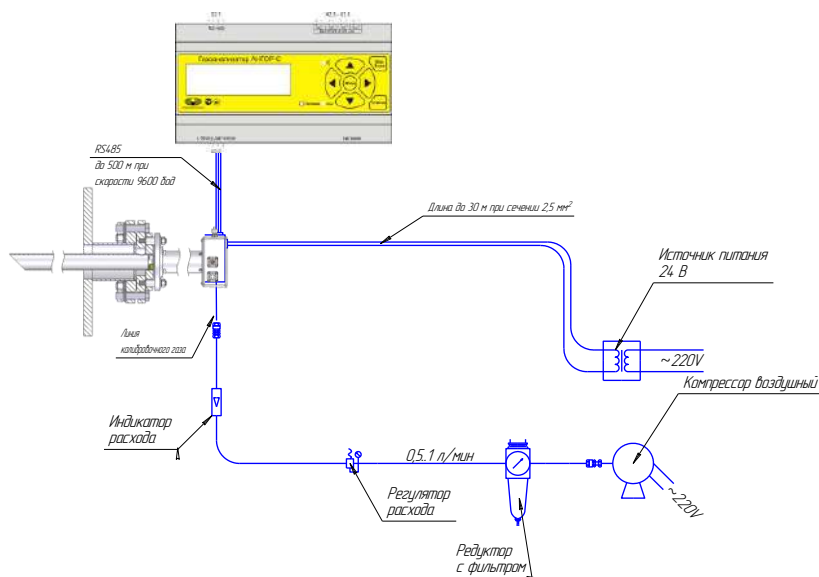

Рисунок 2 - Схема монтажа газоанализатора Ангор-С
2.2.1.1 Монтаж блока датчиков совместно с пробоотборным зондом производится в соответствии со «Схемой монтажа блока датчиков» (Рисунок 2) на стенке газохода при помощи фланца, расположенного на блоке датчиков. **При выборе места монтажа блока датчиков необходимо руководствоваться тем, чтобы не допускать залива сенсоров блока датчиков конденсатом, который может выпасть на пробоотборном зонде** (например, при розжиге котла, когда газоанализатор выключен). Конкретные размеры фланца и длина зонда определяются условиями эксплуатации и требованиями пользователя, штатным является фланец Ду80 по ГОСТ12820-80. Поскольку пользователь может самостоятельно